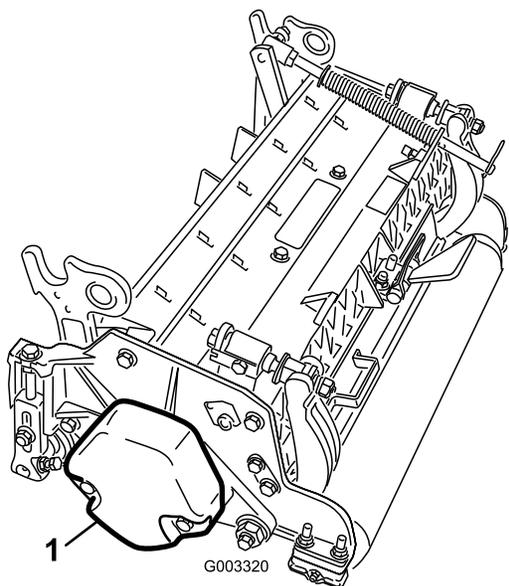

图4
4. 按照滚刀组操作员手册的描述，确保将配重块（图4）安装到滚刀组正确的一端上。